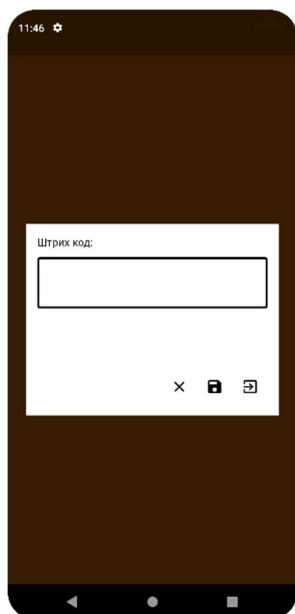

Рис.17
3. Кнопка для редактирования или ручного ввода штрих-кода . Откроется форма Рис.17.